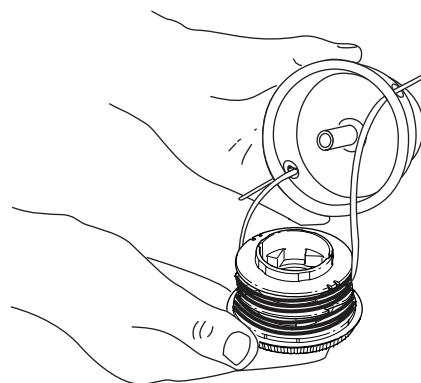

Fig. 21
3. Inserte los extremos de la línea de corte del nuevo carrete interior dentro de los ojalillos de la bobina exterior (Fig. 21). Coloque el nuevo carrete interior con la flecha hacia arriba dentro de la bobina exterior.
- Saque el carrete interior con la línea existente de la bobina exterior (Fig. 21).